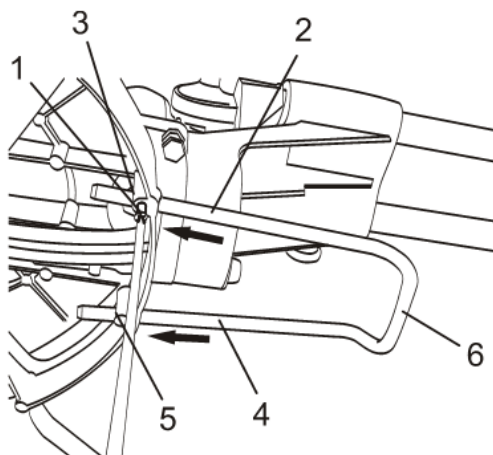

Fig. 2
1. Verrouillez la tête de coupe en position basse et roulez soigneusement la scie à onglet d'env. 150° dans le sens inverse des aiguilles d'une montre sur une feuille de carton ondulé propre pour exposer le dessous de la base (Fig. 2).
2. Utilisez un tournevis n° 2 \oplus et tournez la vis de blocage du support d'équilibre (1) dans le sens inverse des aiguilles d'une montre jusqu'à ce que la jambe du support d'équilibre (2) puisse être insérée dans le trou du moulage de la base (3).